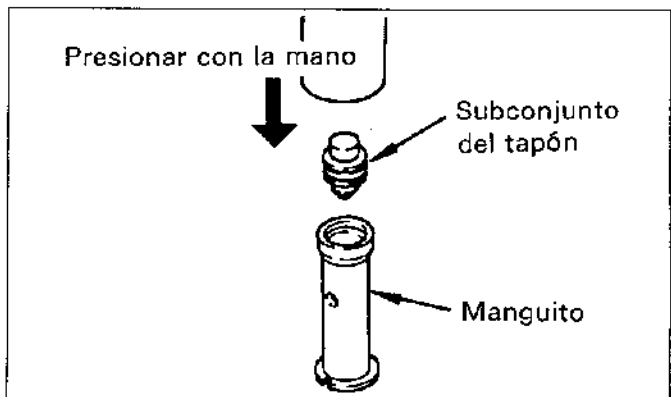

Figura.14-44 Montaje correcto
- Monte con la marca de la placa de cojinete mirando hacia arriba. (Vea la figura.14-44)
- Emplee un nuevo anillo de tope ②0 cada vez que extraiga el tapón.